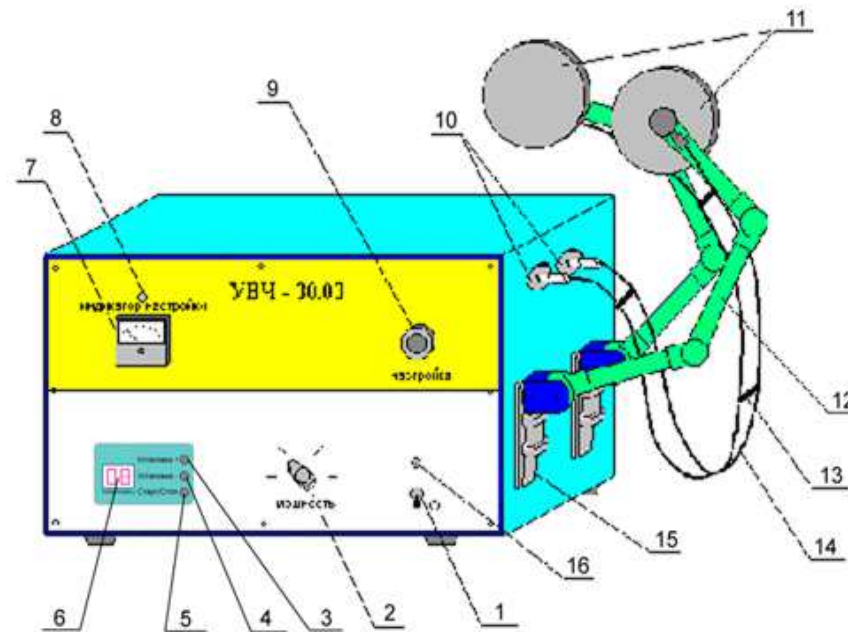

Рисунок 1. Общий вид аппарата для УВЧ-терапии переносный УВЧ-30.03-«Н_{АН}ЭМА».
- 4.6. На лицевой панели аппарата (рис. 1) расположены:
- 6.5. Установите тумблер (1) СЕТЬ и ручку переключателя (2) МОЩНОСТЬ в выключенное положение «0» (см. рисунок 1).